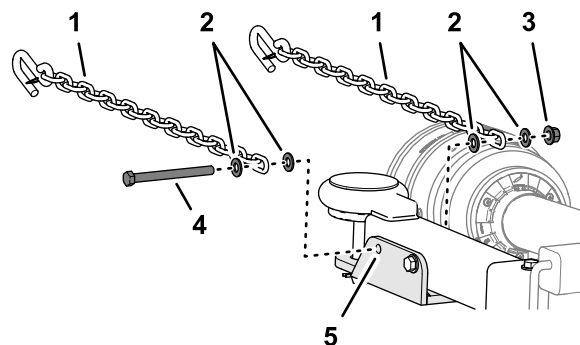

Bild 2
- Montieren Sie die beiden Sicherheitsketten mit den beiden Kopfschrauben ($\frac{1}{2}$ " x $5\frac{1}{2}$ "), vier Unterlegscheiben ($\frac{1}{2}$ ") und der Bundmutter am Gabelkopf (**Bild 2**).